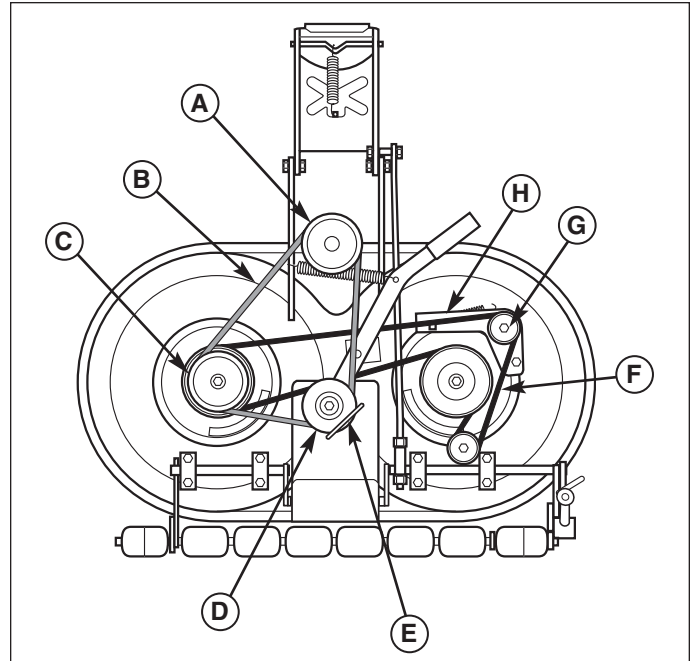
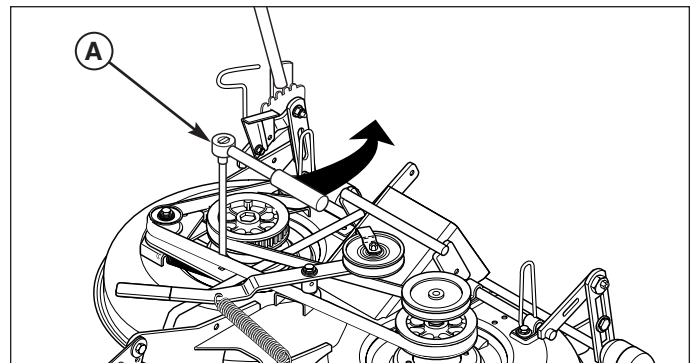

Figure 40. Courroies de la tondeuse
Figure 41. Relâchement de la tension de la courroie
3. Prendre note de la position du guide de courroie de la poulie folle (E, Figure 40). Desserrer la vis de poulie folle et enlever la courroie de la poulie (D).
4. Installer la nouvelle courroie (B) comme indiqué. Lorsque la plate-forme de tondeuse est installée sur le tracteur, la courroie passe autour de la poulie d'embrayage de la PDF (A), de la poulie folle (D) et de la poulie d'entraînement de la plate-forme de tondeuse (C).
5. Remettre le guide de courroie de la poulie folle (E) à sa position d'origine et serrer la vis de la poulie folle.
3. Desserrer la vis de poulie folle (G, Figure 40).
4. À l'aide d'un cliquet (A, Figure 41), déplacer la poulie folle (H, Figure 40) pour relâcher la tension de la courroie (F).
5. Enlever la courroie (F).
6. Installer une nouvelle courroie (F) sur les poulies comme indiqué. Le fait de relâcher la poulie folle (H) permet au ressort de tendre automatiquement la courroie crantée.
7. Serrer la vis de la poulie folle (G). Remettre les carters de courroie.